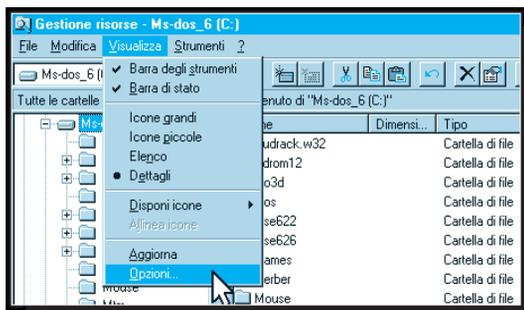

Fig. 4
– A sinistra della finestra che appare selezionate l'unità **Ms-dos\_6 (C)** (vedi fig.3), quindi attivate il menu a tendina di **Visualizza** e cliccate su **Opzioni** (vedi fig.4).